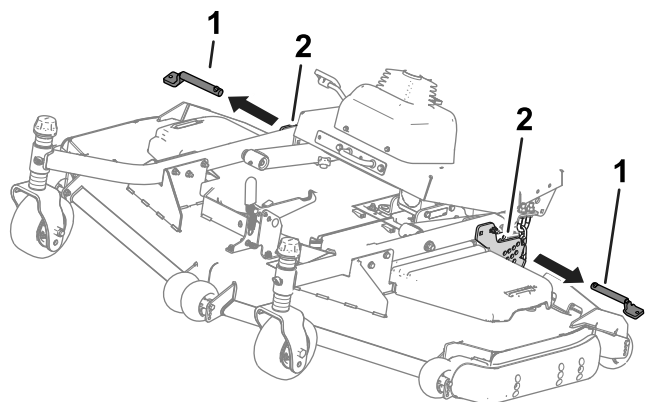

Bild 35
4. Entfernen Sie die Splinte von den Schnitthöhenplatten (**Bild 35**).